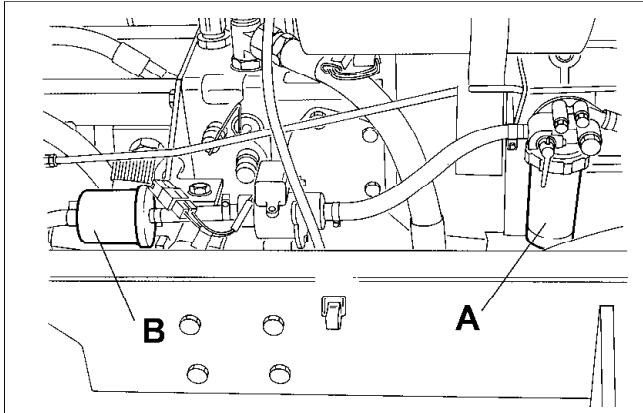

Fig.38
- Unscrew locking ring and remove filter element (A Fig.38) and discard.
- Release clamp bands either side of in-line filter (B Fig.38) and remove fuel pipes.
- (a) Schroef de borgring los. Het filterelement (A afb.38) verwijderen en weggooien.
- (a) Maak de klembandjes aan beide kanten van het leidingfilter los (B afb.38) en verwijder de brandstofleidingen.
- (a) Dévisser l'anneau de serrage, retirer l'élément filtre et le jeter (Fig. 38 "A").
- (a) Dévisser les bandes de serrage des deux côtés du filtre en ligne (Fig. 38 "B") et retirer tuyaux de carburant.